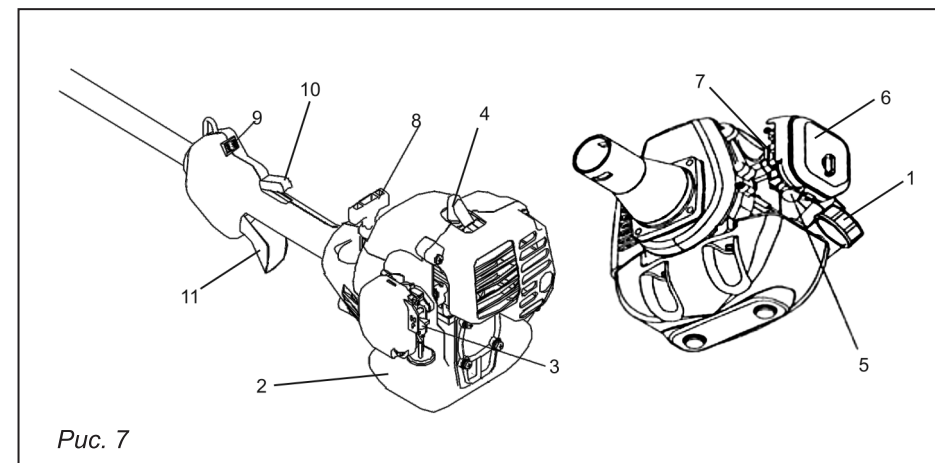

Рис. 7
7.1. Пуск двигателя (рис. 7)
Элементы двигателя бензотриммера (рис. 7)